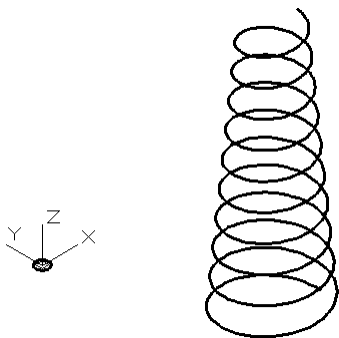

图 9-57 已存在的图形
(1) 打开随书光盘“CH9”文件夹中的“BD_扫掠.dwg”文件，在该文件中存在着如图 9-57 所示的圆和螺旋线。